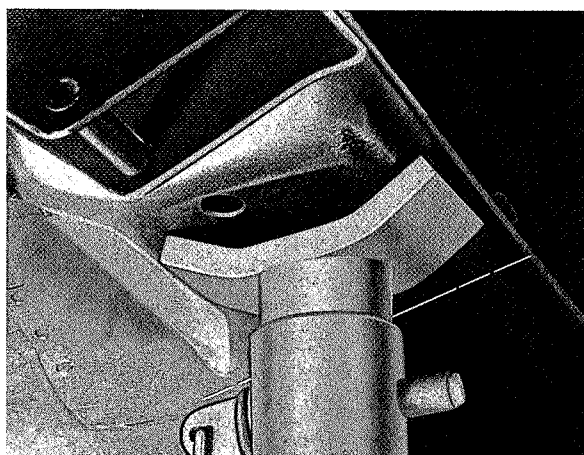

Fig. 7-4. Plaats voor de steun als de wagen omhoog moet staan
1. Verwijder de wioldop en draai de wielmoeren een paar slagen los. Krik de wagen op. Plaats overeenkomstig Fig. 7-4 stoeltjes vlak voor de achterste kriksteunen. Verwijder het wiel.